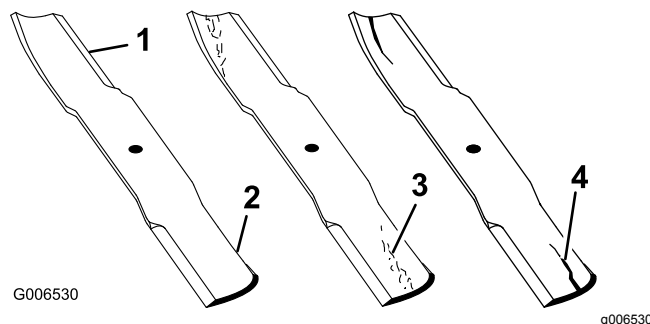

Figura 142
2. Verificate accuratamente i taglienti (con particolare attenzione ai punti d'incontro delle sezioni piatta e curva della lama), come illustrato nella Figura 142.
Nota: Sabbia e materiali abrasivi possono consumare il metallo che connette le sezioni piatta e curva della lama, per cui si consiglia di controllare la lama prima di usare il tosaerba. Se riscontrate segni di usura, sostituite la lama (Figura 142).